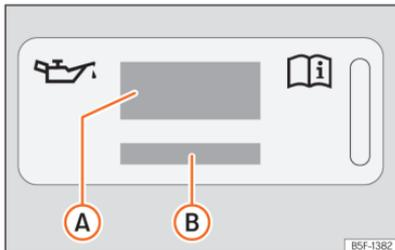

Abb. 176 Im Motorraum: Aufkleber mit Motoröl-Spezifikationen
Legende zur >>> [Abb. 176]:
Wenn Motoröl nachgefüllt werden muss, verwenden Sie eines der auf dem Aufkleber angegebenen Motoröle >>> [Abb. 176]. Der Aufkleber mit der vorgeschriebenen Motoröl-Norm befindet sich im vorderen Bereich des Motorraums
- Wenn der Aufkleber mit den Motoröl-Spezifikationen >>> [Abb. 176] fehlt, wenden Sie sich an einen Fachbetrieb.